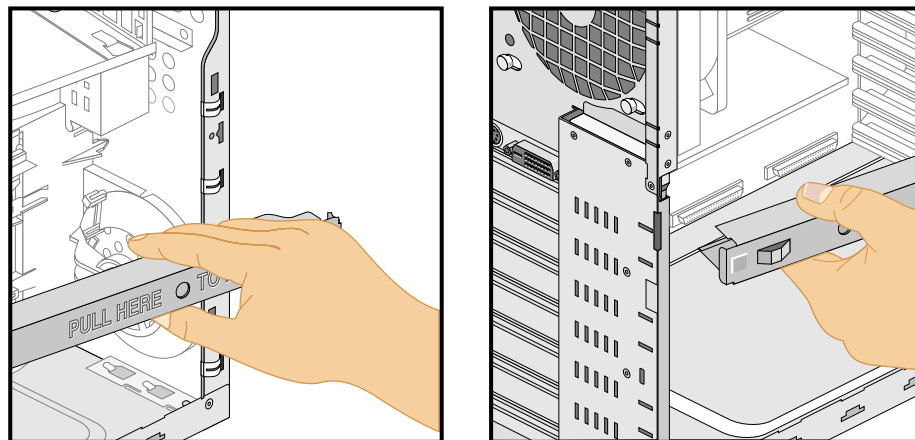

Abbildung 2-4 Wegschwenken des Bügels vom Gehäuse
4. Schwenken Sie die rechte Bügelseite vom Gehäuse weg. Abbildung 2-4 zeigt, wie Sie den Bügel vom Gehäuse wegschwenken.